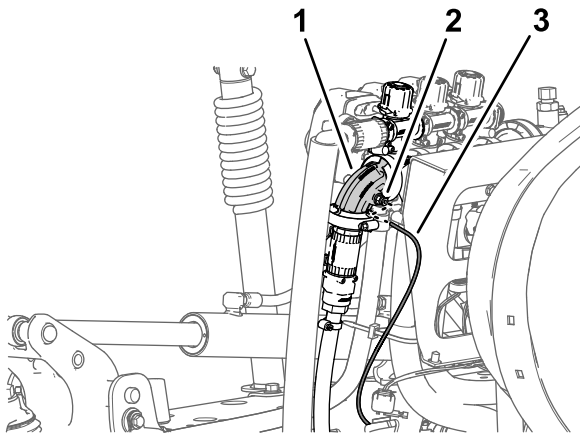

图28
1. 压入右喷洒段阀 90 度弯头中的管子连接器锁环 图28。
2. 从管子连接器中拉出仪表板仪表压力传感管 图28。